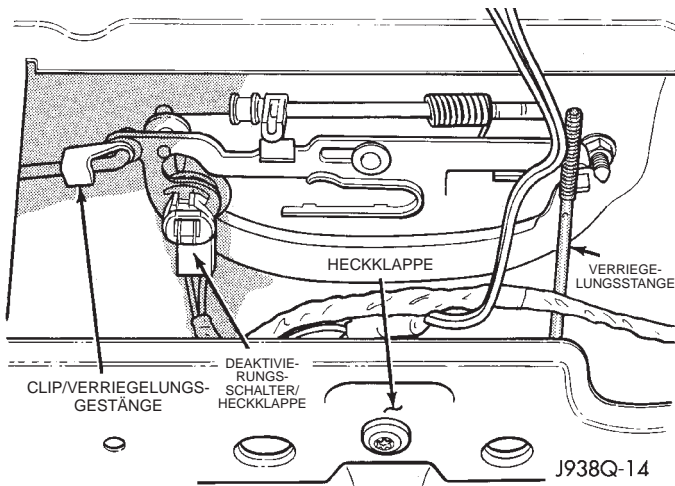

Abb. 4 Verriegelungsgestänge aus- und einbauen
(5) Heckklappenverkleidung aus dem Fahrzeug nehmen.
(6) Durch die Montageöffnung auf der Innenseite der Heckklappe greifen und den Clip des Verriegelungsgestänges vom Heckklappengriff abbauen (Abb. 4).